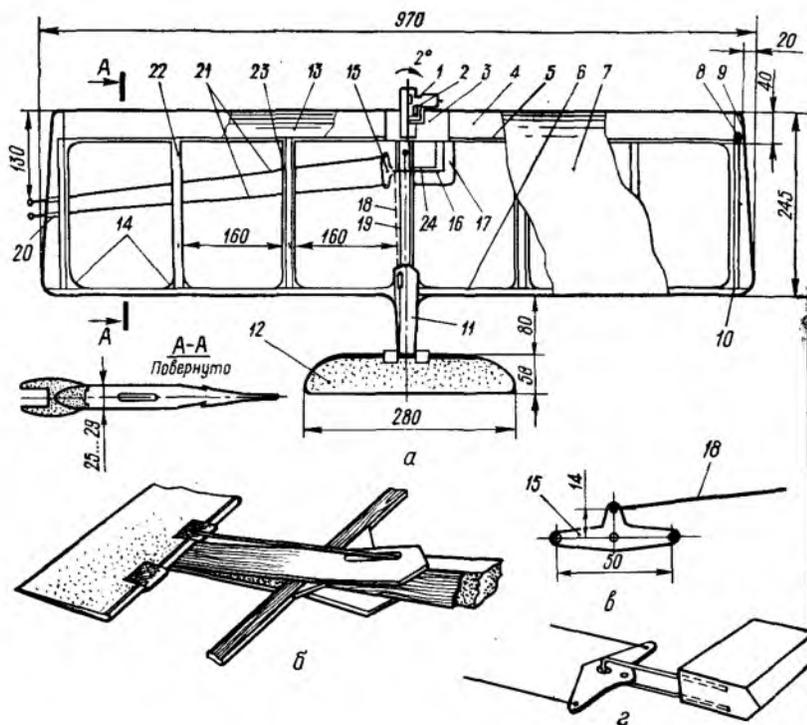

Рис. 40. Кордовая модель воздушного боя А. Сыртова:
**Модель воздушного боя, разработанная А. Сырятовым** (рис. 40), наглядное подтверждение тому, что пенопласт с успехом может заменить такой традиционный материал, как бальза.